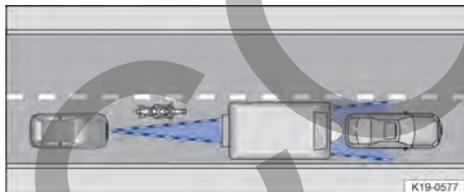

Fig. 103 Vehículo estrecho.
- En el caso de vehículos que circulen fuera de la zona del sensor a poca distancia de su vehículo, p. ej., motocicletas → fig. 103.